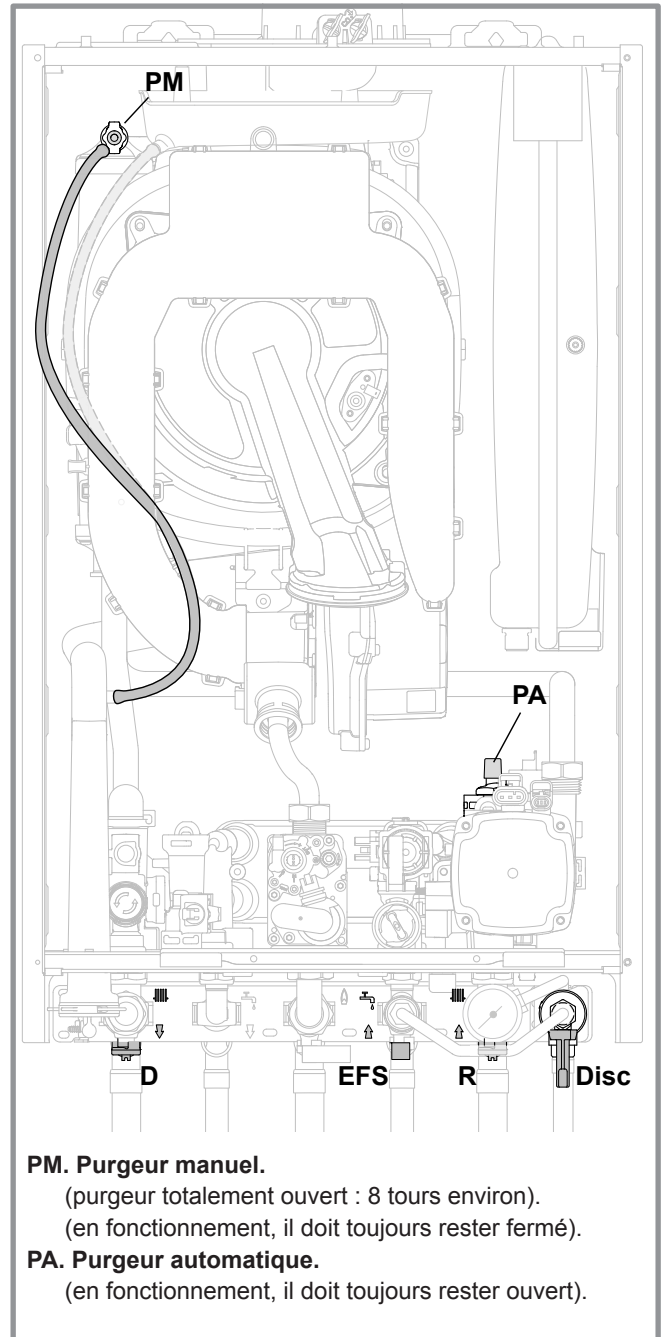

figure 23 - Purgeurs de la chaudière
- Vérifier que le purgeur automatique (**PA**, figure 23) est totalement ouvert.